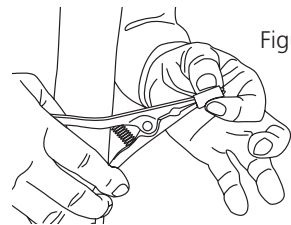

Figura 8
1) Introducir la boquilla elástica en las puntas de la pinza ensanchadora hasta el fondo siguiendo su concavidad (figura 8).